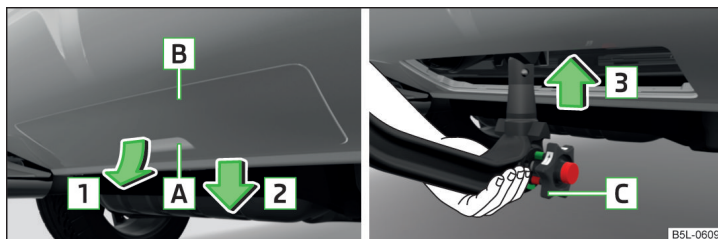

Fig. 146 Scoaterea clapetei de la bara de protecție din spate / introducerea tije cuplei
- Prindeți capul încuietorii de la bara de protecție spate [B] » fig. 146 de mâner [A], deblocați-o în sensul săgeții [1] și scoateți-o în sensul săgeții [2].
- Apucați tija cuplei de jos » fig. 146 și introduceți-o în locașul de fixare, în sensul săgeții, [3] până la limită. Tija cuplei trebuie să se fixeze cu un declic » !.
- Roțița [C] » fig. 146 se rotește **singură** spre înapoi și se așază pe tija cuplei » !.